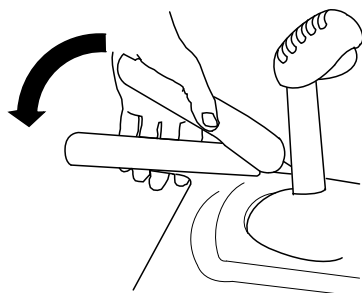

Figure 21
1. Pour engager la transmission aux roues, serrez le levier gauche (déplacement) contre la poignée (Figure 21).